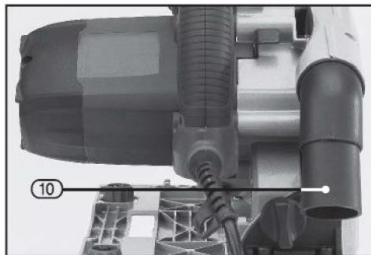

FIG.6
- Aby wyłączyć, zwolnij włącznik/wyłącznik (4).
11.2 Odsysanie pyłu (FIG. 6)
- Wdychanie cząstek pyłu może być szkodliwe dla zdrowia. Wylot pyłu (10) musi być połączone z maszyną do odsysania pyłu.